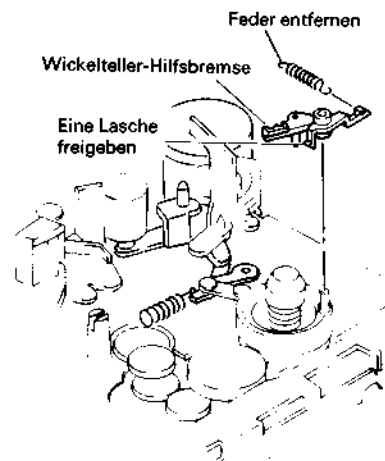

Abb. 2.83 Ausbau der Wickelteller-Hilfsbremse
Ausbau der Wickelteller-Hilfsbremse (Abb. 2.83)
2. Die Feder der Wickelteller-Hilfsbremse entfernen (siehe Abb. 2.83).
3. Eine (1) Lasche freigeben.